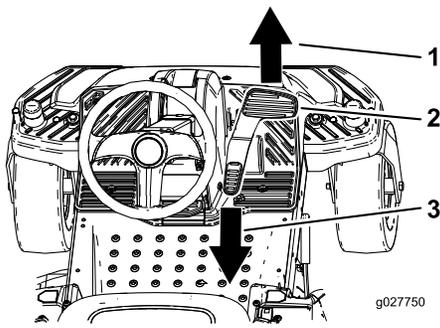

Figura 19
3. Ponga el pie sobre el pedal de control de tracción y pise lentamente la parte superior del pedal para desplazarse hacia adelante, o presione la parte inferior del pedal para desplazarse hacia atrás (Figura 19).